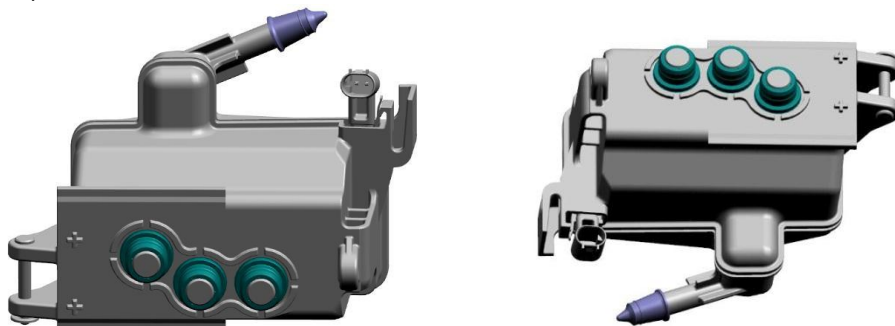

图 5 在 BYD 近程制动液壶密封圈上涂抹制动液
a. 从售后备件包中取出新的 BYD 近程制动液壶，并组装密封圈，然后用制动液对其进行润滑(如图 5 所示)。